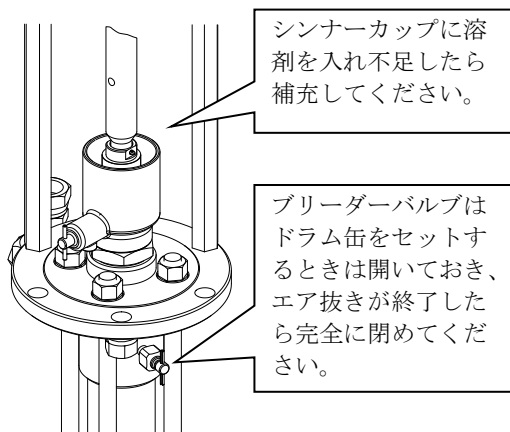

Fig.5
7. 使用前の準備 (Fig.5)
- 2) 作動中、ブリーダーバルブより材料が出てきます。はじめはエアが混入していますので、エアが混入しない状態になるまでポンプを作動させ、正常な材料が出てきたらブリーダーバルブのコックを閉めてください。(Fig.5)